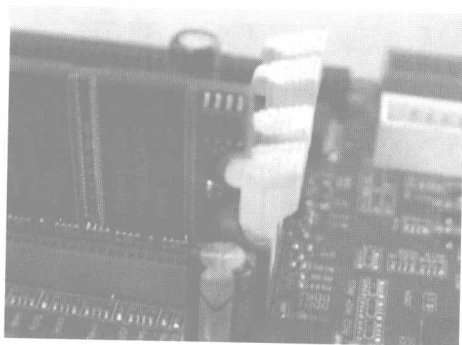

图 1.15 复位锁扣卡紧的内存条
(3) 两手均匀用力、将内存条插入插槽中,用复位锁扣固定好内存条,如图 1.15 所示。